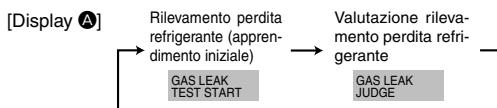

Fig. 8-2
- Premere il pulsante **⊕ CLOCK** (**▽**) e selezionare [GAS LEAK TEST START] (AVVIO TEST FUGA DI GAS). (Fig. 8-2)